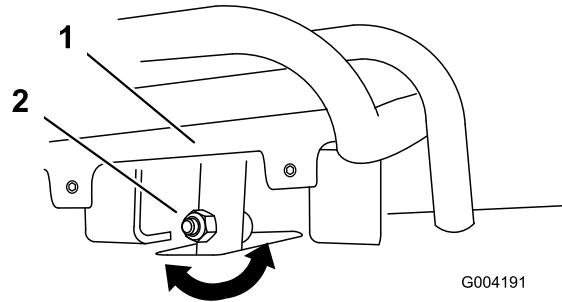

Figure 67
4. Si l'avant de la commande de déplacement n'est pas d'équerre et de niveau avec la barre de référence, desserrez l'écrou et le boulon à embase de la tige de la commande de déplacement (Figure 67).
5. Réglez la commande de déplacement de sorte qu'elle soit de niveau et en appui contre la barre de référence lorsqu'elle est tirée tout droit en arrière (Figure 67 et Figure 68).